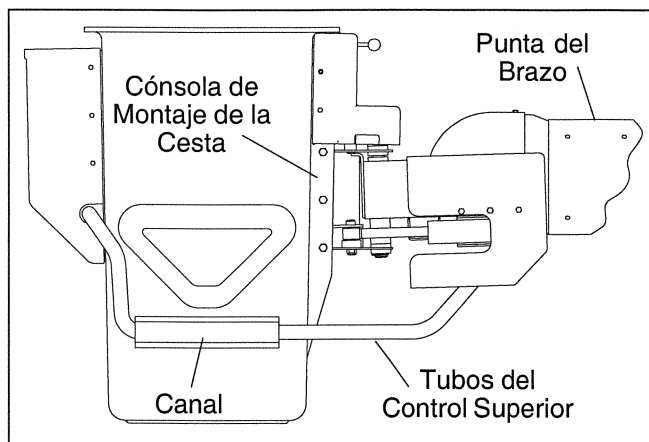

Figura 6.10 — Vista Lateral de la Cesta
2. En la(s) cesta(s), registre la posición de la tubería hidráulica unida a los controles superiores. Retire la tubería hidráulica de los controles superiores. Cubra o taponée todas las líneas abiertas y puertos para prevenir contaminación del sistema hidráulico. Si los tubos pasan a través de un canal en la cesta, hálelos suavemente (ver Figura 6.10).